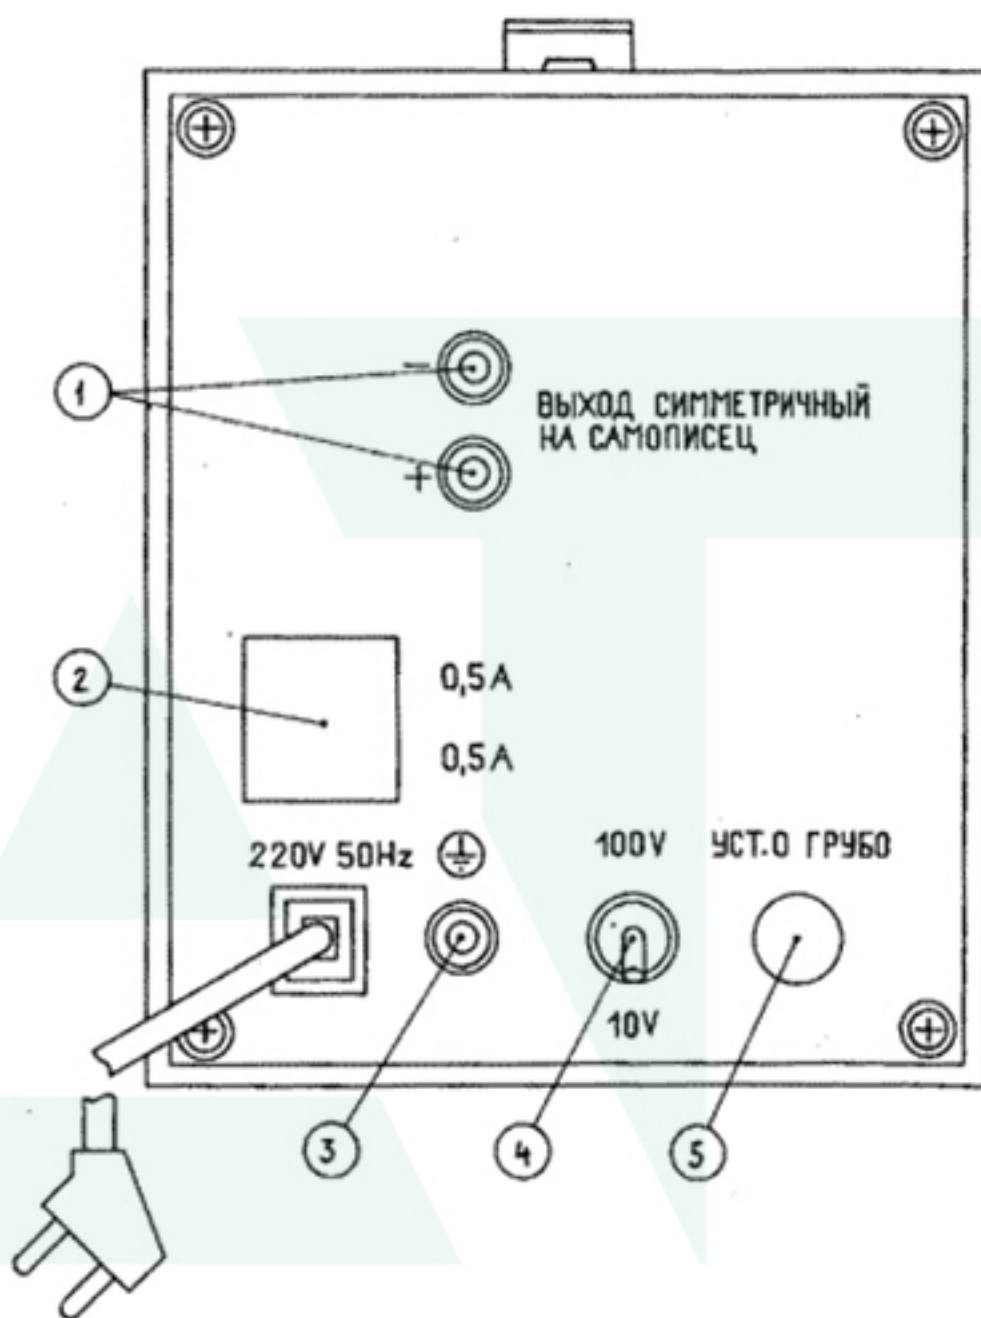

Рис.6. Вид прибора со стороны задней панели:
На задней панели прибора (рис.6) расположены: переключатель измерительного напряжения 10V, 100V; ручка грубой установки нуля УСТ.0 ГРУБО; гнездо держателей предохранителей; клемма заземления  $\oplus$ ; гнездо выхода преобразователя ВЫХОД СИММЕТРИЧНЫЙ НА САМОПИСЕЦ.
5.2. Пломбирование прибора производится мастикой битумной. Место пломбирования прибора указано на рис. 6.